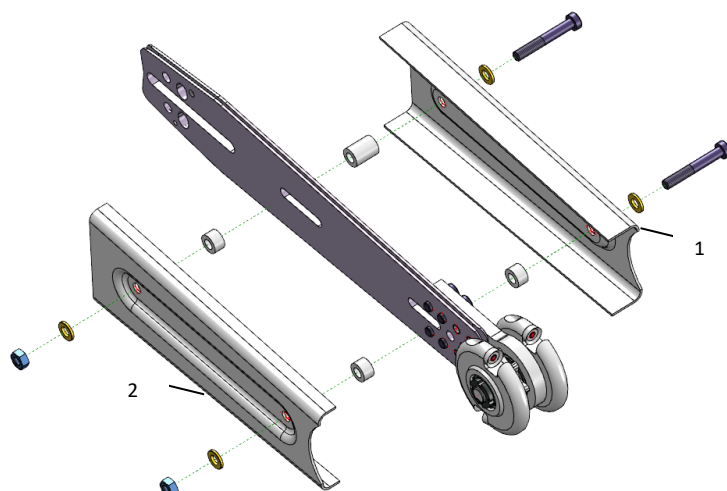

Fig. 10. Montaggio delle piastre di protezione
- Per montare i parafanghi, inserire prima due viti a testa cilindrica M6 con rondelle nel parafango sinistro (1- Fig. 10). Quindi è possibile collocare il manicotto distanziatore all'interno del parafango. Il manicotto più lungo viene posizionato sulla vite sul lato della sega. La piastra di protezione con le viti può quindi essere collegata alla fresatrice per legno attraverso i fori del blocco di supporto e della barra di guida. Dopo aver inserito i due manicotti distanziatori corti e aver posizionato la piastra di protezione destra (2- Fig. 10), è possibile serrare i dadi esagonali. (dado SW 10, bullone SW 5)